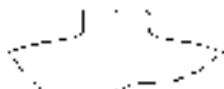

图 8-108 绘制样条曲线后的局部视图
6) 绘制样条曲线。将“细实线”图层设置为当前图层，单击“绘图”工具栏中的“样条曲线”按钮 $\text{S}$ ，绘制样条曲线，即局部剖视图的界线，如图 8-108 所示。